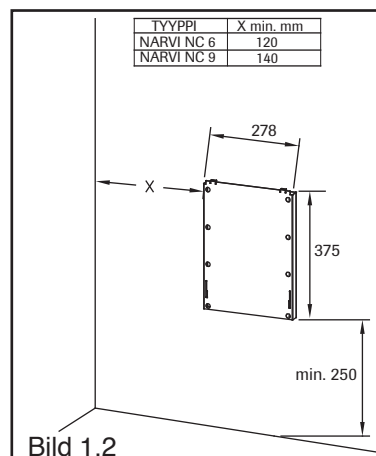

Bild 1.2
- Fäst bastuaggregatets fästplåt vid väggen med de skruvar som ingår i leveransen enligt bild 1.2.